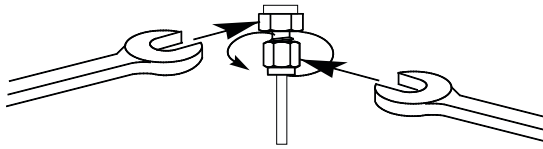

图 13 最终拧紧
- 8 对于 1/8 英寸的 Swagelok (接头套管) 接头, 请使用一对 7/16 英寸的扳手拧动一圈的 3/4 (图 13)。对于 1/4 英寸的接头, 请使用一对 9/16 英寸的扳手将它们旋转 1-1/4 圆周将其拧紧 (图 13)。